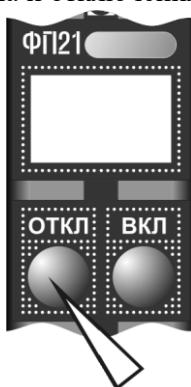

Рисунок 9.7
9.8 Отключение газоанализатора осуществляется нажатием кнопки "ОТКЛ" (рисунок 9.7). Кнопку "ОТКЛ" необходимо удерживать до кратковременного звукового сигнала и отключения цифровой индикации.